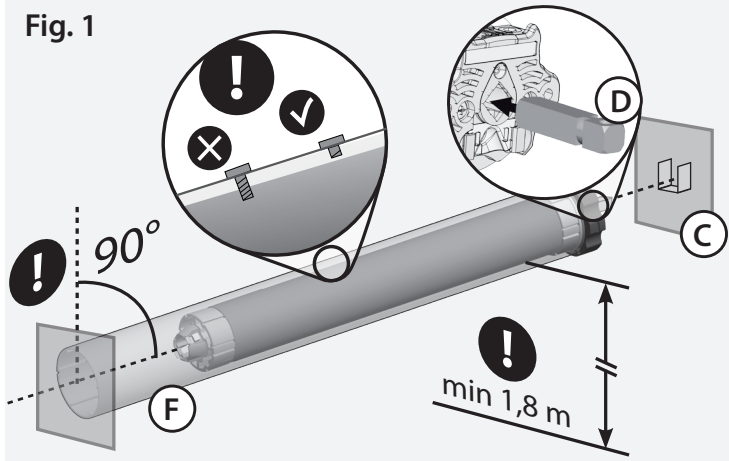

Fig. 1.1
- Fix the adaptors to the motor distinguishing the limits ring (Fig. 1.1 A) from the drive pulley (Fig. 1.2 B).
- The fixing bracket (C) must be fixed inside the box or on the awning frame so that the roller tube (F) is perfectly horizontal and at a height not less than 1,8m.
- Insert the motor (E) into the tube (F) until its end stops against the limits ring.
• **[FOR XQ50]** Place the motor square pin (D) on the bracket (C) and the cap at the opposite end of the tube on the fixing plate.
- Insérez les adaptateurs sur le motoréducteur en distinguant la bague de la fin de course (Fig. 1.1 A) de la couronne d'entraînement (Fig. 1.2 B).
- Le support du motoréducteur (C) doit être fixé à l'intérieur du caisson ou sur l'armature du store de manière que le tube (F) soit en position parfaitement horizontale et à une hauteur non inférieure à 1,8m.